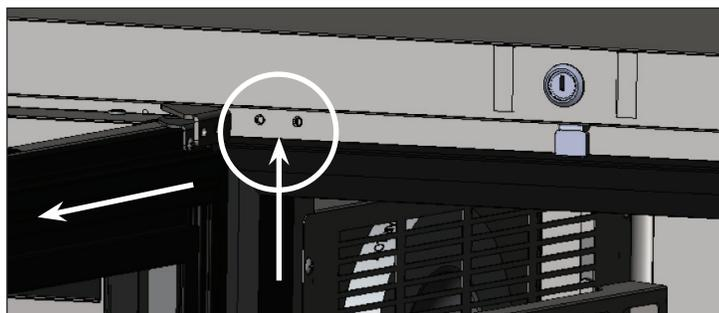

Рис. 2. Демонтируйте верхнюю петлю с устройства.
2. После удаления болтов переместите кронштейн к двери. Наклоните верхнюю часть двери, чтобы между дверью и столешницей образовался зазор. Поднимите дверь, чтобы высвободить ее из кронштейна верхней петли. См. рис. 2.